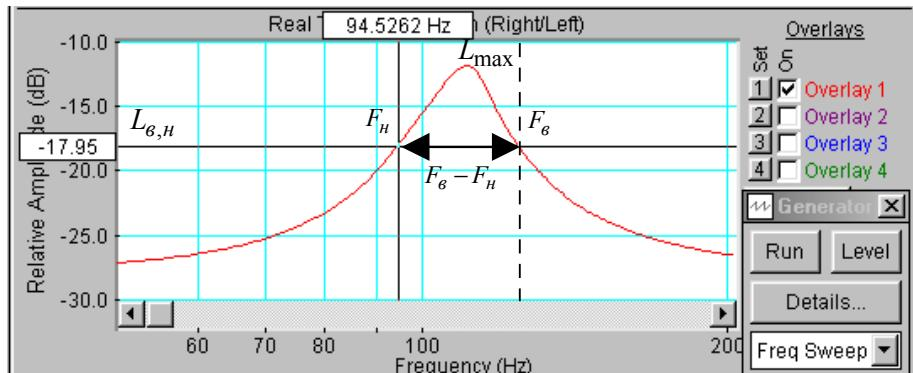

Рис.6.14. К определению добротности головки громкоговорителя
- По графику частотной характеристики в узком диапазоне частот (рис.6.14) при рассчитанном значении  $L_{H,\delta}$  измерьте нижнюю и верхнюю границы полосы пропускания  $F_H$  и  $F_\delta$ , результаты занесите в табл.1.